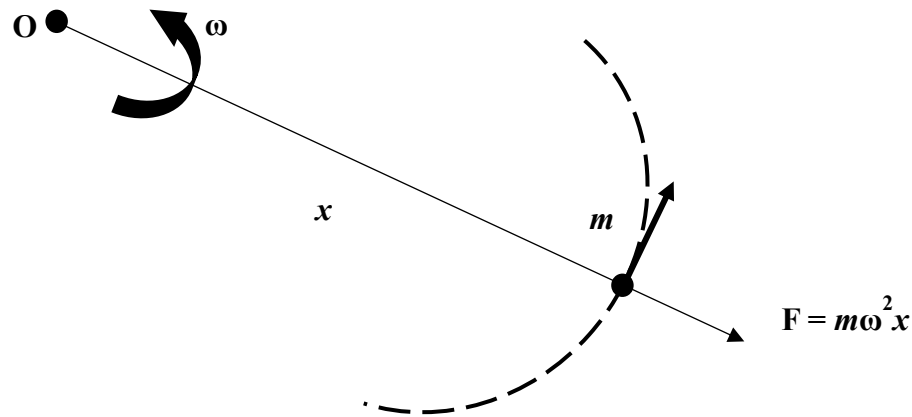

Figure 02: Accélération centrifuge
- *Accélération centrifuge*: considérons une particule de masse m tourne autour d'un axe passant par O (**Fig. 02**) à la distance x de celui-ci. Cette particule est soumise à une force d'inertie centrifuge qui tend à l'éloigner de l'axe de rotation. On montre que cette force est proportionnelle au carré de la vitesse angulaire de rotation ω et sa distance de l'axe de rotation, x . Son expression est :